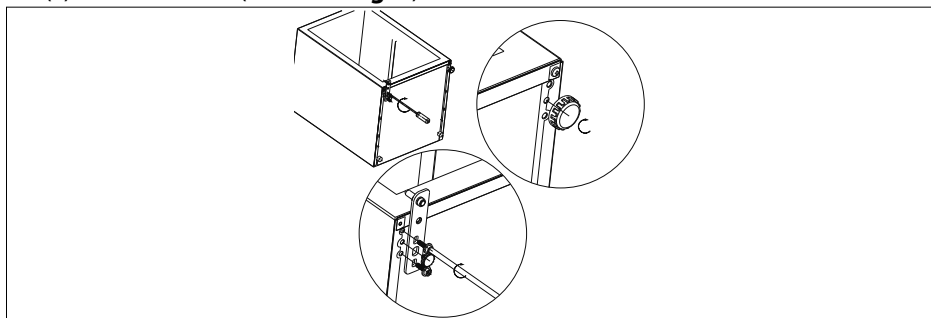

Fig. 8
- ▶ Ruotare la cerniera (5) e inserire nuovamente il perno insieme alla rondella di sicurezza.
- ▶ Riavvitare la cerniera inferiore (5) sul lato sinistro. Avvitare il piedino d'appoggio (5) sul lato destro (vedere la **fig. 8**).